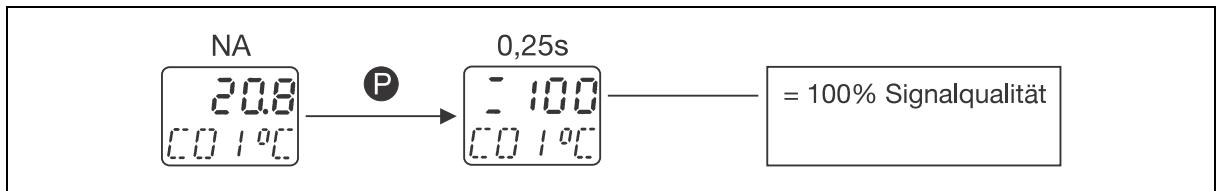

Abbildung 21: Anzeige der Signalqualität
Mit Taste **P** wird in der Normalanzeige (NA) der Prozentwert der Signalqualität des aktuellen Kanals angezeigt (siehe Abbildung 21, 100 %).